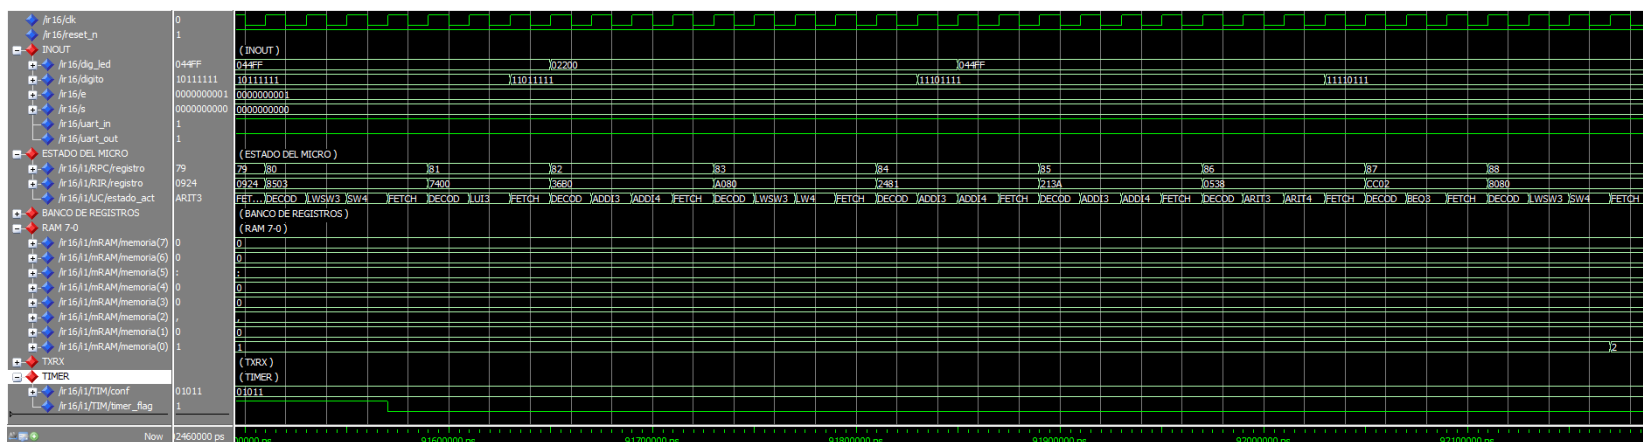

Figura 4.3: Incremento de la variable de centesimas por un flag del Timer
- Incremento de la variable de centesimas por un flag del Timer (Figura 4.3)